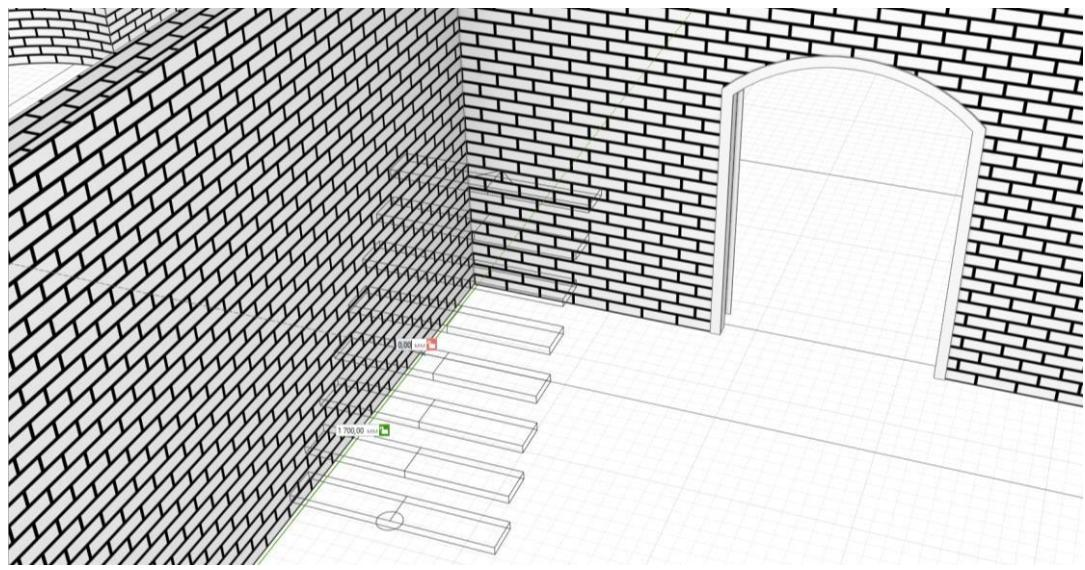

Рис. 1 Вставка лестницы
2. Выберем инструмент **Лестница**. Способ построения - **Прямая по двум точкам**  . В свойствах лестницы введем высоту лестницы - **1500 мм.**, ширина лестницы - **900 мм.**, количество ступеней – **8**, расположение лестницы относительно базовой линии – **справа**, форма лестницы – **открытая**, материал – **древесина темная**, марка – **Л1**. Вставляем лестницу (рис. 1). Укажем точку начала марша и введём в динамическое поле длину лестницы – **1700 мм.**, второе значение динамического поля – **0,00 мм.**, щелчок ЛКМ и Enter.